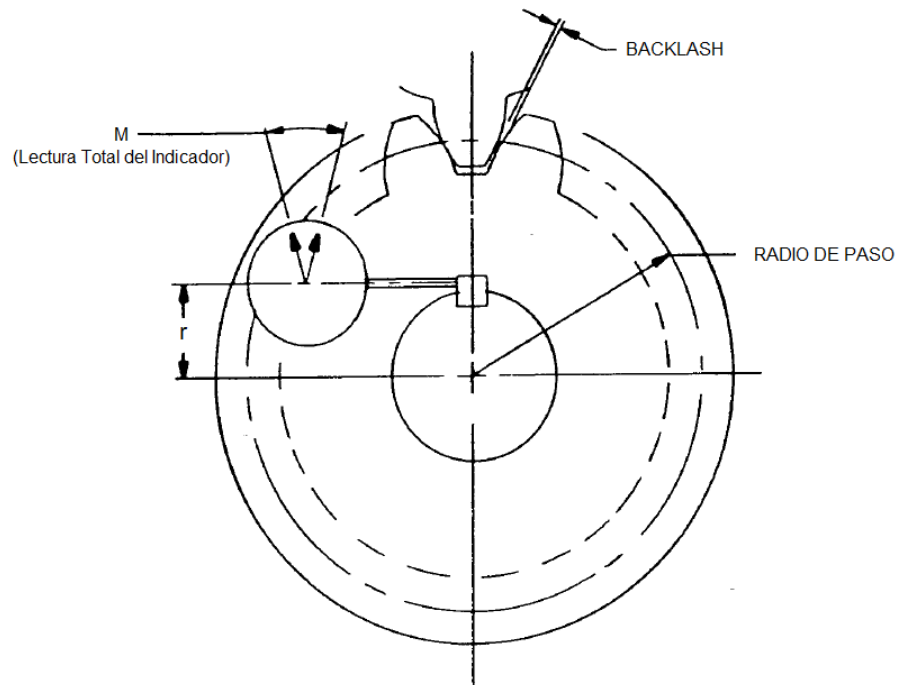

Figura 2
- 7.5 Mida la distancia del centro del eje (500) al punto de contacto entre el reloj indicador y la cuña (ver la figura 2). Esta distancia será el valor de “r” en la ecuación del paso 7.7.